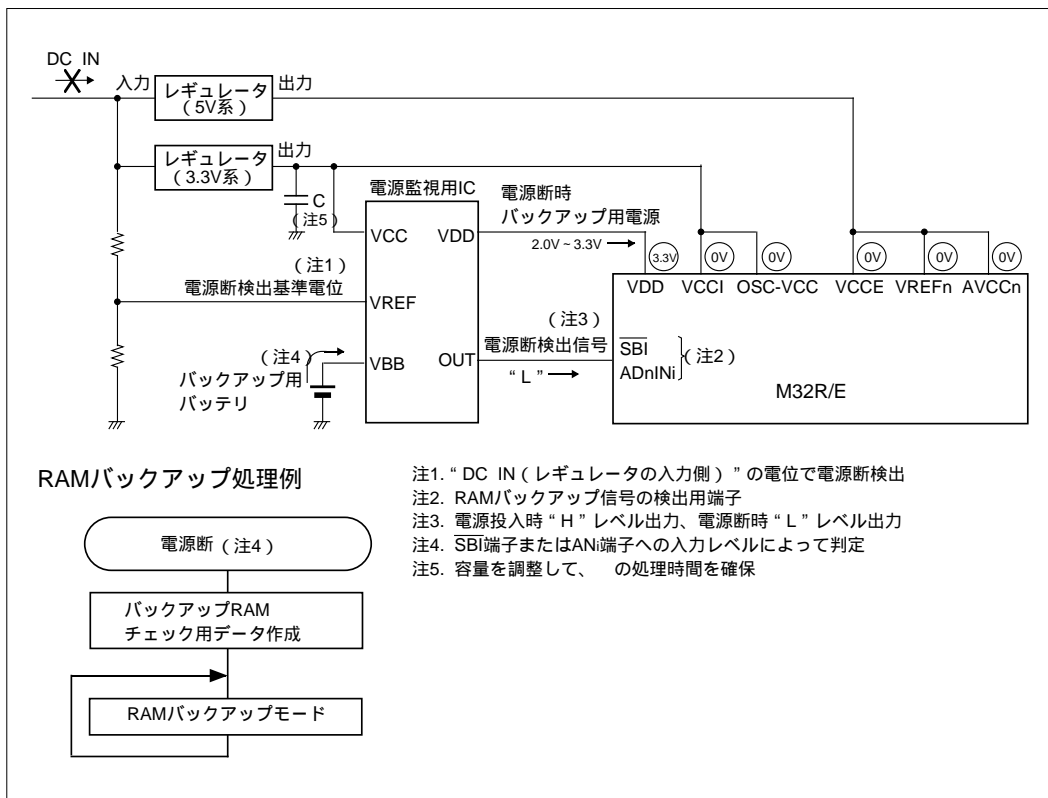

図17.2.3 電源断時のRAMバックアップ時の状態
図17.2.3に電源断時のRAMバックアップの状態を示します。電源が切れると電源監視用ICによって、バックアップ用バッテリーから電流が供給されます。また、電源監視用ICの電源断検出信号端子から“L”レベルが出力され、SBI端子またはADnINi端子は“L”レベルになりRAMバックアップ信号の発生となります(図17.2.3の)。電源断検出判定は、電源断時のソフトウェア処理時間を確保するため、必ず“DC IN(レギュレータの入力側)”の電位で行う必要があります。
- (1) RAMバックアップモードから通常モードに復帰したときに、RAMのデータが正常に保存されていたかのチェック用データを作成(図17.2.3の)。
- (1)の設定後、VCCへの電流の供給が切れると、VDD端子は2.0V～3.3V、その他の端子は0Vになり、M32R/EはRAMバックアップモードになります(図17.2.3の)。